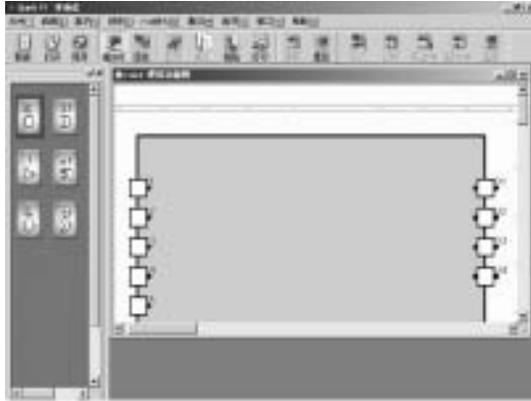

图 4.3 新文件编辑窗
3. 选择完毕控制器类型后, 用鼠标左键单击 OK 按钮, 弹出保存窗口, 如图 4.5 所示, 保存文件设置完毕, 再按“保存”按钮, 或者不保存按“取消”按钮, 界面出现一组新的功能图编辑视窗, 如图 4.3 所示。